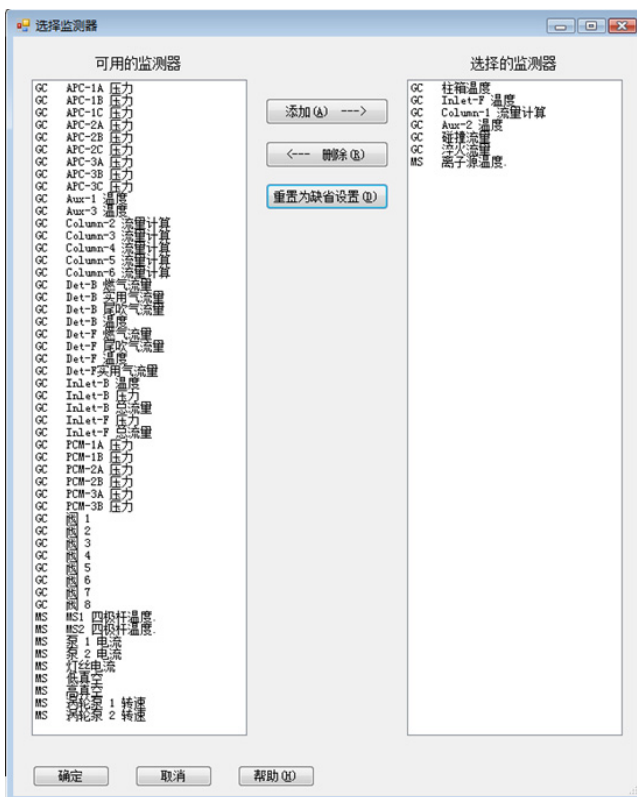

图 6 “选择参数显示窗口”对话框
- 1 选择方法 > 编辑参数显示窗口，以显示选择参数显示窗口对话框。请参见图 6。